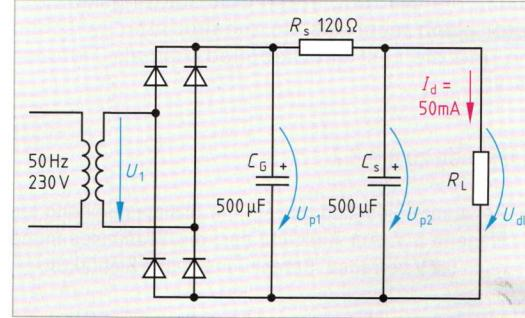

Bild 1: Gleichrichterschaltung mit RC-Siebung
4. Berechnen Sie für die Schaltung **Bild 1** a) Effektivwert der Brummspannung am Ladekondensator, b) Gleichspannungsfall am Siebwiderstand, c) Spitze-Tal-Wert der Brummspannung am Lastwiderstand  $R_L$ .
Z-Dioden1 gibt es in verschiedenen Bauformen **Bild 1).**